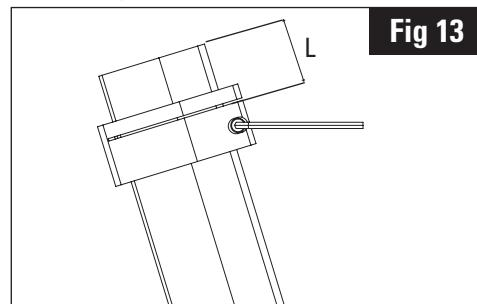

Fig 13
6. Sägeföhrung auf Position L ansetzen und Querverschraubung mit 3 Nm anziehen. (Abb. 13)